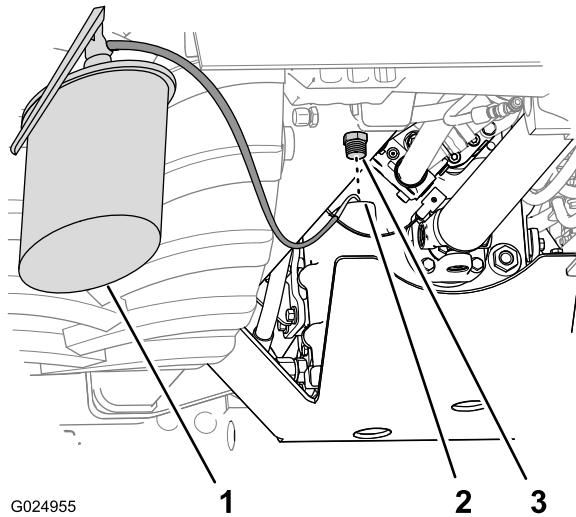

Figura 101
- 4. Riempite la trasmissione con l'olio indicato attraverso il foro di riempimento (Figura 101).